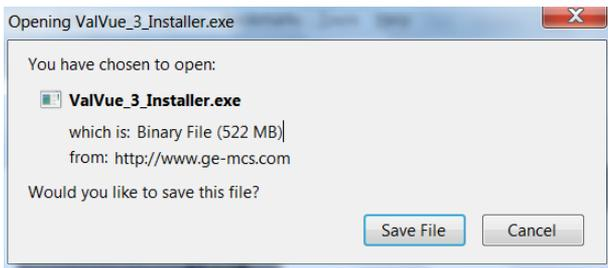

Abbildung 30 DTM-Download
7. Klicken Sie auf den Link. Daraufhin wird Abbildung 30 angezeigt.